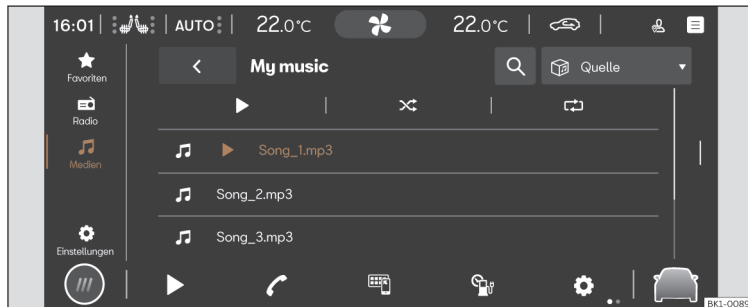

Abb. 130 Schematische Darstellung: Ansicht Medien
- Drücken Sie **HOME > ▶ >  >>> Abb. 130**. »